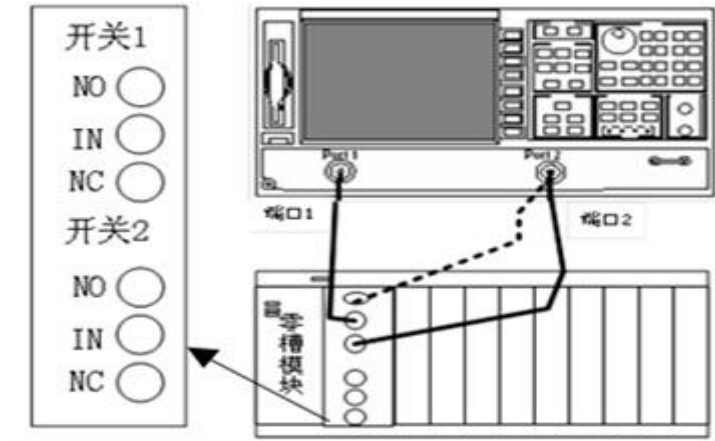

图 7.3 隔离度测试框图
- 步骤 4.** 按图 7.3 接测试仪器，运行开关模块软面板，打通开关 1 的 2 端口，设置 S21 参数的测试扫描完成一次后即保持，设定光标找出此时的最大值，该值即为开关 1 的 1 端口相对于 2 端口之间的隔离度，将测量结果记录于附表中。